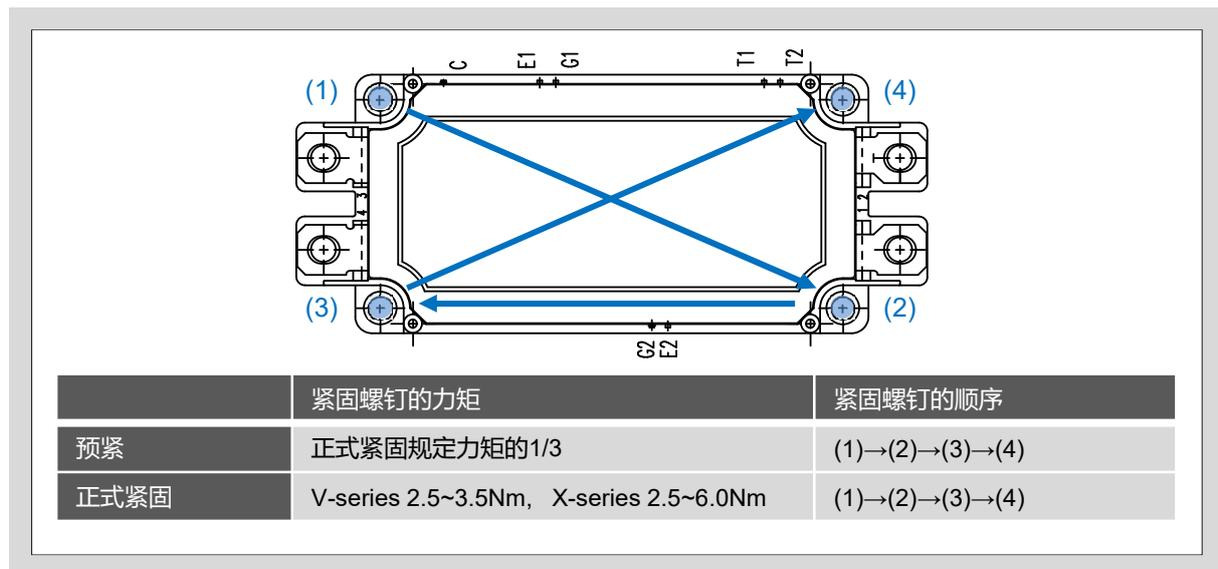

图3. 螺钉的紧固力矩和顺序
2. 预紧。为了使产品受力均匀，使用正式紧固规定力矩的1/3进行预紧。紧固顺序如图3所示。